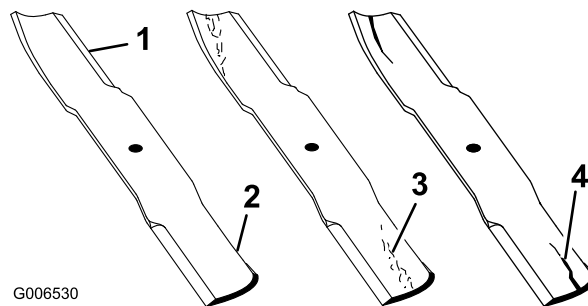

図 22
2. ブレードの切っ先を注意深く観察、特に、直線部と曲線部が交わる部分をよく観察する（図 22）。この、直線部と曲線部の交差域は、砂などによる磨耗が進みやすい部分なので、機械を使用するまえによく点検することが必要。磨耗が大きい場合には（図 22）危険であるから交換する；「ブレードの取り外し」を参照。
ブレードの磨耗を放置すると、ブレードのセール部と平坦部との間に割れ目が発生する（図 22）。この割れ目が拡大すると、最終的にはブレードがちぎれてハウジングの下から飛び出し、これがオペレータや周囲の人に重大な人身事故となる。